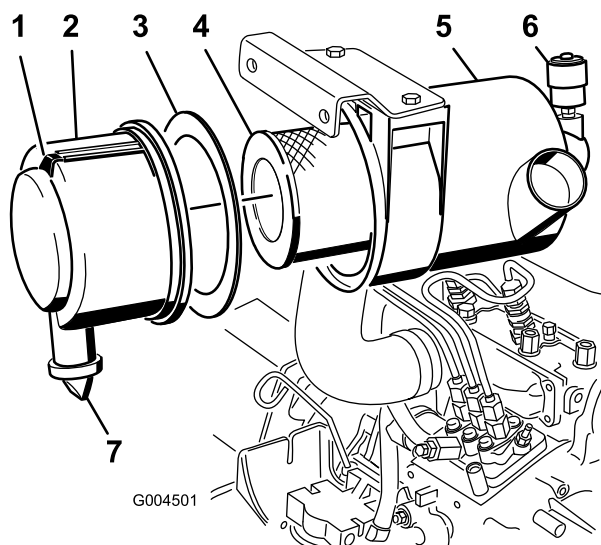

Figure 41
2. Faites l'entretien du filtre à air quand l'indicateur de colmatage (Figure 41) est rouge ou toutes les 400 heures (plus fréquemment si vous travaillez dans une atmosphère extrêmement poussiéreuse ou sale). N'effectuez pas l'entretien du filtre à air trop souvent.
1. Tirez le verrou vers l'extérieur et tournez le couvercle du filtre à air dans le sens antihoraire (Figure 41).
2. Déposez le couvercle du corps du filtre à air (Figure 41).
4. Déposez et remplacez le préfiltre (Figure 41).
6. Vérifiez que le joint en mousse est en place dans le couvercle et qu'il n'est pas déchiré ou endommagé (Figure 41).
- A. Retirez la valve de sortie en caoutchouc du couvercle (Figure 41).
10. Réarmez l'indicateur de colmatage (Figure 41) s'il est rouge.